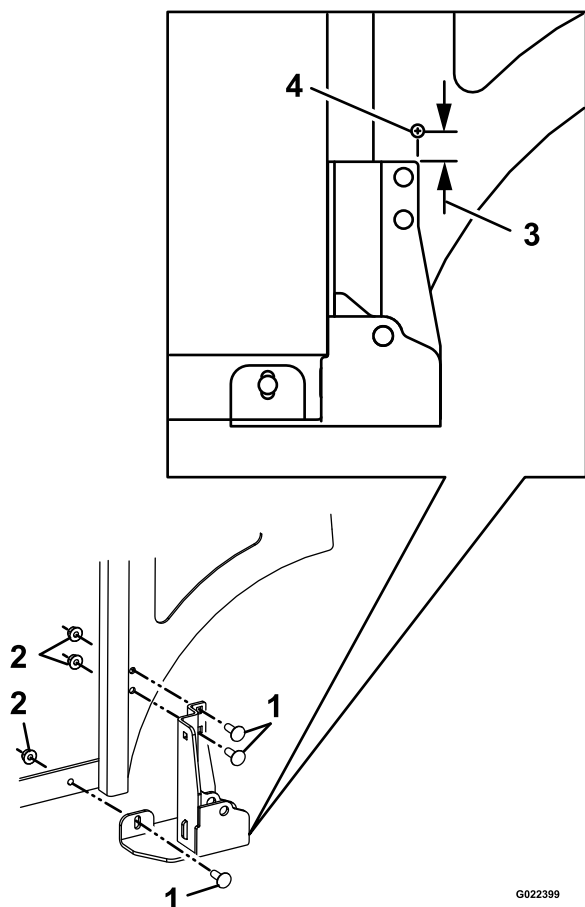

Figure 4
2. Alignez les trous et montez 3 boulons de carrosserie (5/16 x 7/8 po), et serrez les 3 écrous à embase Nyloc (5/16 po), comme montré à la Figure 4.
3. Mesurez 25 mm (1 po) au-dessus des bords supérieurs droits du support d'actionneur inférieur, et percez 1 trou (6,4 mm ou 1/4 po de diamètre) dans le cadre (Figure 4).